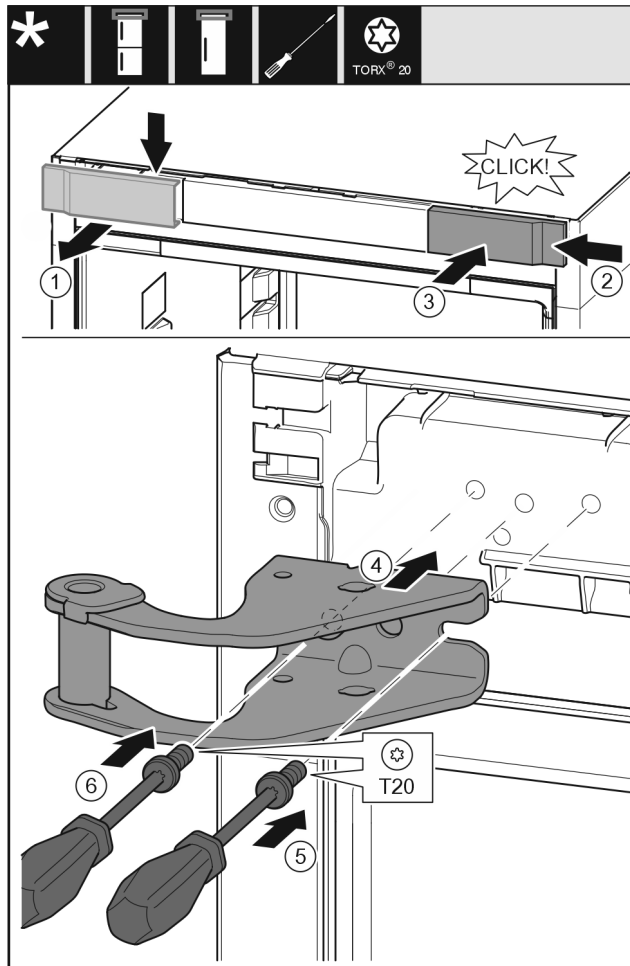

Fig. 11
- ▶ 从上方朝前取下盖板。 Fig. 11 (1)
- ▶ 将盖板旋转 180° 至另一侧从右边挂上。 Fig. 11 (2)
- ▶ 卡入盖板。 Fig. 11 (3)
- ▶ 装上上方的托架。 Fig. 11 (4)
- ▶ 用 T20 螺丝刀放上并旋紧螺钉。 Fig. 11 (5)
- ▶ 用 T20 螺丝刀安装并旋紧螺钉。 Fig. 11 (6)